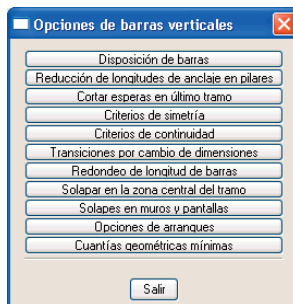

Fig. 3.6
- Pulse sobre **Criterios de continuidad** (Fig. 3.6). En la ventana que se despliega, en el apartado **El número de barras en las caras debe ser mayor o igual que el de la planta superior** seleccione en el desplegable la opción **Aplicar desde la penúltima**.